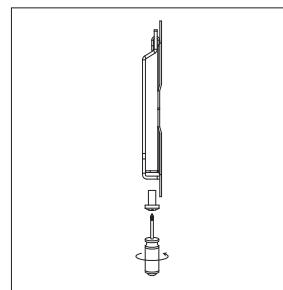

Рис. 2
С помощью отвертки отсоедините настенную панель кронштейна от крепежной пластины, как показано на рис. 2. На время установки положите предохранительный винт в надежное место. Поместите настенную панель на выбранное место и выровняйте ее с помощью пузырькового уровня. Удерживая панель, отметьте точками два места, предназначенные для крепления кронштейна на стену (см. рис. 3). Отложите настенную часть кронштейна и просверлите два отверстия диаметром 3 мм. Поместите настенную панель обратно на стену и закрепите ее с помощью пары шурупов (A) и двух шайб (B), идущих в комплекте (см. рис. 4). **Не перетягивайте шурупы.** Убедитесь, что кронштейн плотно закреплен и выровнен после того, как вы произвели все вышеуказанные действия в части 1A.
С помощью отвертки отсоедините настенную панель кронштейна от крепежной пластины, как показано на рис. 2. На время установки положите предохранительный винт в надежное место. Поместите настенную панель на выбранное место и выровняйте ее с помощью пузырькового уровня. Удерживая панель, отметьте точками два места, предназначенные для крепления кронштейна на стену (см. рис. 5). Отложите настенную часть кронштейна и просверлите два отверстия диаметром 8 мм. Удалите всю пыль из отверстий. Вставьте в каждое отверстие дюбель (С) так, чтобы он не выступал на поверхности стены (см. рис. 6).